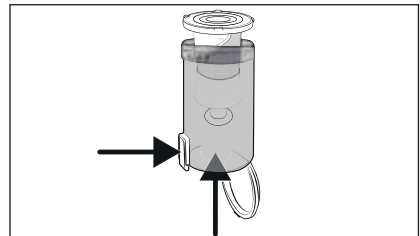

Fig. 18
- 3) Para retirar el filtro de acero inoxidable **5** del depósito de polvo **6**, pulse el botón de desencastre de la tapa del depósito de polvo **7**. Tras esto, retire el filtro de acero inoxidable **5** del depósito de polvo **6** deslizando desde abajo (consulte la fig. 18).